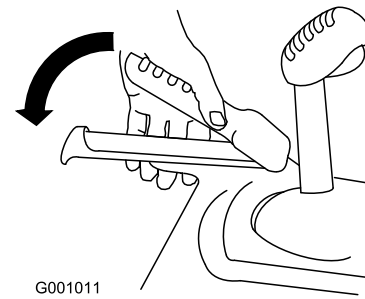

Bild 9
3. Drücken Sie den linken Hebel (Fahrtrieb) zum Handgriff (**Bild 9**).
6. Drücken Sie den linken Hebel (Fahrtrieb) zum Handgriff (**Bild 9**).